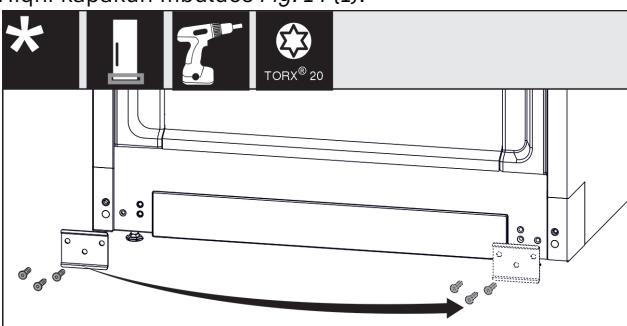

Fig. 15
- Lironi vidat e llamarinës Fig. 15 (1), kthejeni atë në anën tjetër dhe mbërhejeni sérish me vida.